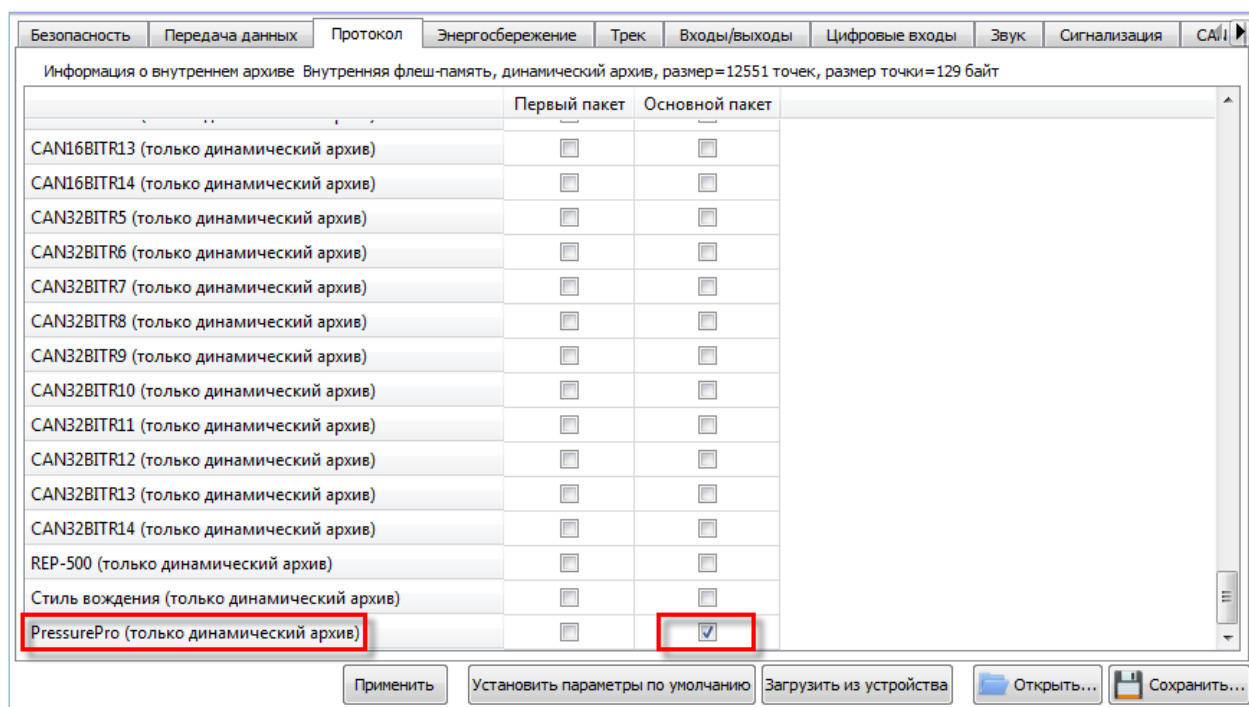

Рисунок 10. Настройка основного пакета
4. Перейдите на вкладку «Настройки» → «Протокол» и поставьте галочку в поле «Основного пакета» в строке «PressurePro» (Рис. 10);